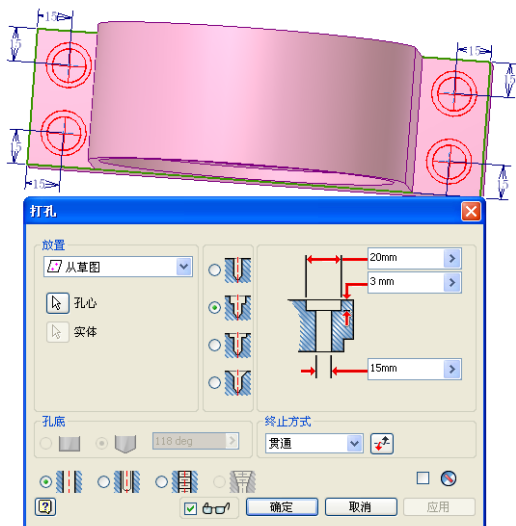

图 7-37 孔示意图
- ②单击【草图】标签上的【完成草图】工具按钮，退出草图环境，进入零件特征环境。单击【模型】标签栏【修改】面板上的【打孔】工具按钮，打开【孔】对话框，草图上的 4 个点被自动选中作为孔的孔心，设置孔的类型如图 7-37 中的【孔】对话框中所示。